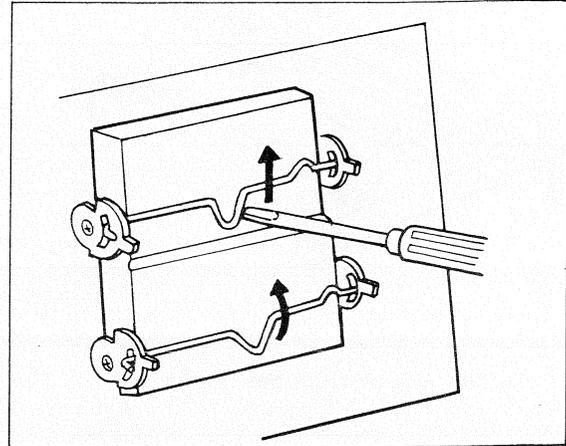

Fig. 2-3. Ausbau der VU-Anzeigegeräte
1. Die Frontplatte abnehmen, wie oben in 2-1 beschrieben, dann die Halteklammer des VU-Anzeigegerätes mit einem Schraubenzieher hochklappen, wie in Fig. 2-3 dargestellt.